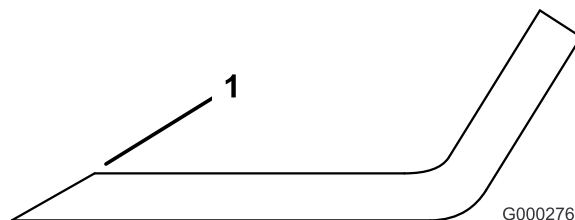

Figura 92
1. Affilate i taglienti da entrambe le estremità della lama con una lima (Figura 92). Rispettate l'angolazione originale. La lama conserva il proprio equilibrio soltanto se viene rimossa una quantità uguale di materiale da entrambi i taglienti.